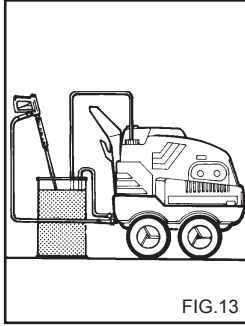

FIG. 13
**OPERATIONS POUR L'UTILISATION DE L'ANTIGEL. (fig. 13)**